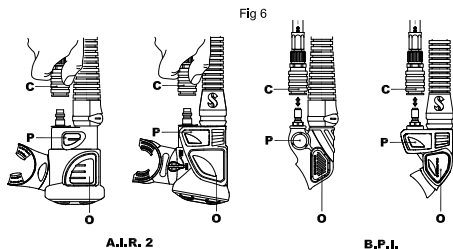

рис. 6
Для подключения быстроразъемного соединения (рис. 6 - C):
Для надувания КП нажмите кнопку высокопоточного клапана инфлятора (рис. 6-Р). Воздух должен поступить вовнутрь КП. Для лучшего контроля во время поддува подавайте воздух малыми порциями, нажимая и отпускавая кнопку PIV.
2. Продолжайте выдох, сильно нажимая кнопку клапана орального поддува (рис. 6-О).